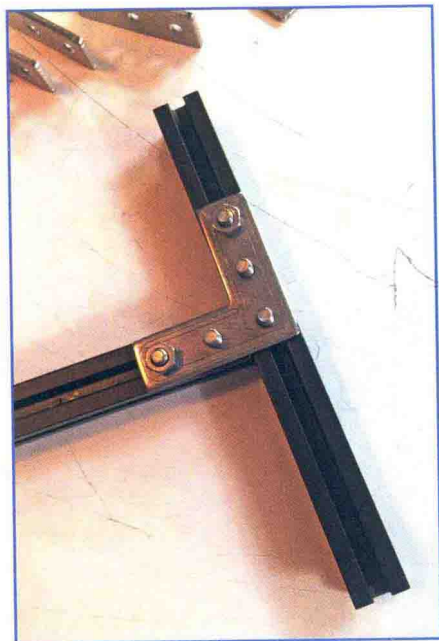

图 4.10 用两根横梁组成“T”型，并用托架固定
- b.** 将两个螺丝滑入 100 毫米横梁的凹槽中，将其连接到 150 毫米横梁和你已经准备好的托架，如图 4.10 所示。用两个螺母固定。